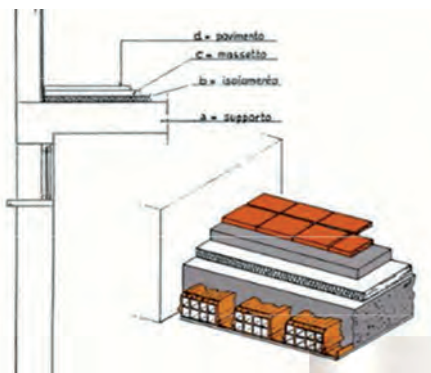

Figura 2. Isolamento all'estradosso del solaio.
• **l'isolamento del solaio che copre spazi cantinati** o comunque non riscaldati, effettuato al suo estradosso, viene utilizzato negli edifici di nuova realizzazione. Può essere eseguito su qualsiasi tipo di supporto (solai in laterocemento o in cemento armato gettati in opera o prefabbricati), previa idonea preparazione. Dal punto di vista tecnologico, il sistema prevede la collocazione dell'isolante in corrispondenza della faccia superiore della soletta (Figura 2). L'intervento consente la correzione dei ponti termici, garantendo al tempo stesso elevata durata dell'intervento, forte resistenza agli urti accidentali, idoneo comportamento al fuoco, semplicità di posa in opera. Nel dettaglio, la tecnica consiste nella